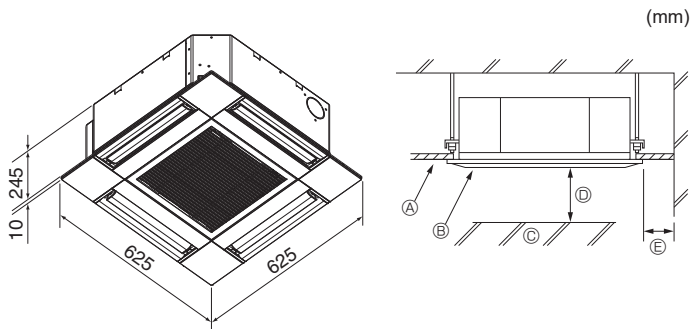

Fig. 3-1
3.1. Jednostka wewnętrzna (Fig. 3-1)